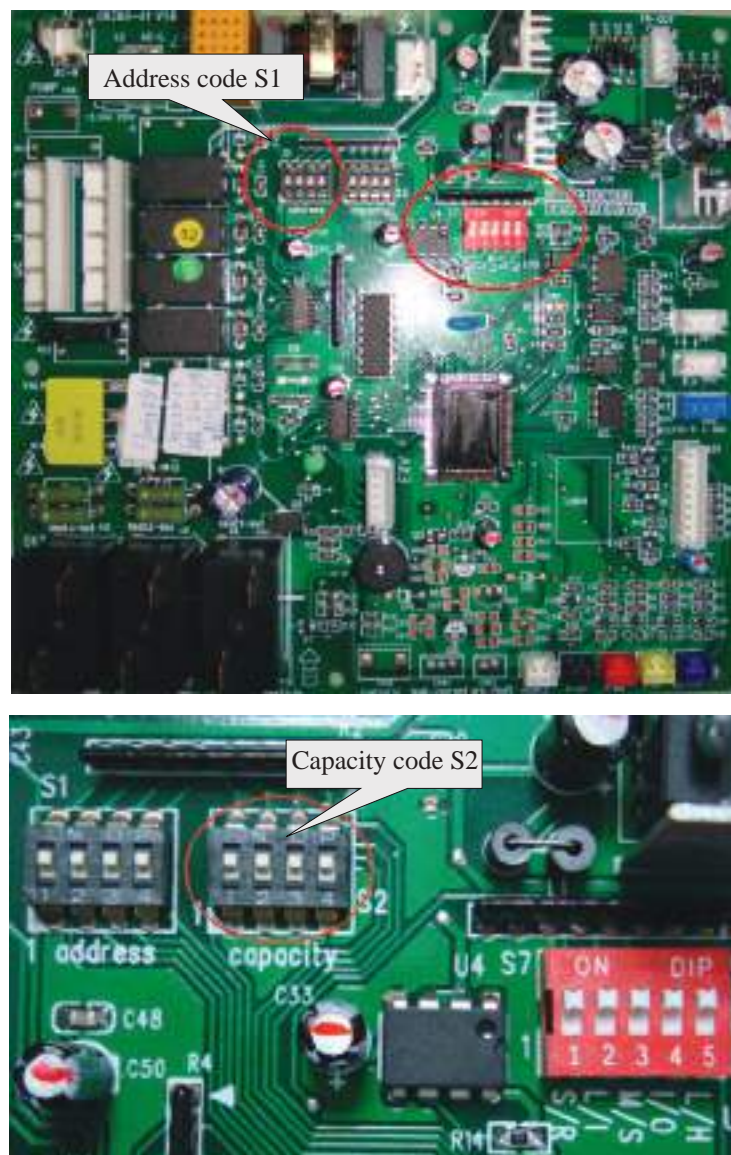

Рис. 7.12
7.4.3 DIP-переключатели кода производительности S1(S2) (Capacity) и адреса S2(S3) (Address) располагаются на основной плате внутреннего блока (рис. 7.12).
7.4.7 Адресный код присваивается потребителем и выставляется вручную на DIP-переключателе S1 (Address) который находится на плате внутреннего блока (рис. 7.12).